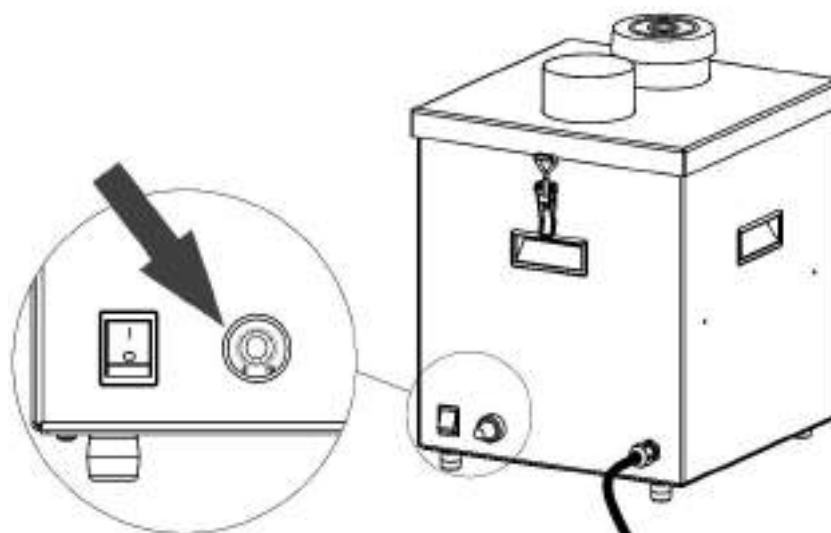

Рисунок 3
5.2.3 Регулировать силу всасывания воздуха при помощи потенциометра (рисунок 3).